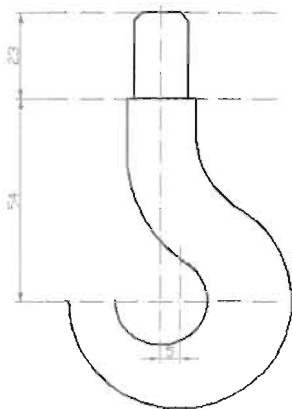

图 6-43
(5) 在命令提示行中输入 Trim 命令或单击修改工具栏中的“修剪”按钮, 将图形修剪成如图 6-43 所示的形状。